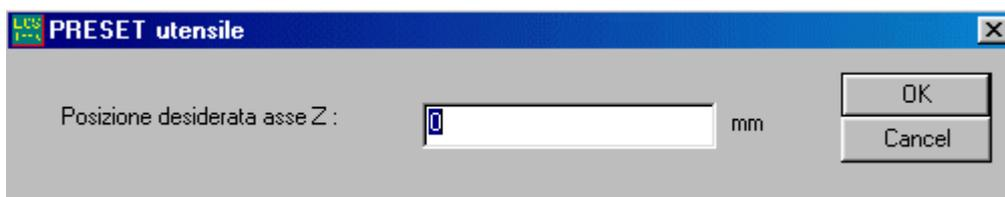

FIG. 8-7 Data Entry "Preset"
- Selezionare, a questo punto il sottomenù "Preset". Tale formato si presenta con il Data Entry riportato in **FIG. 8-7**
Si osservi che nel Data Entry di **FIG. 8-7** è sufficiente specificare la quota desiderata in quanto l'asse su cui agire è automaticamente selezionato dal CNC che sceglie appunto quello su cui è correntemente applicata la compensazione Lunghezza Utensile.